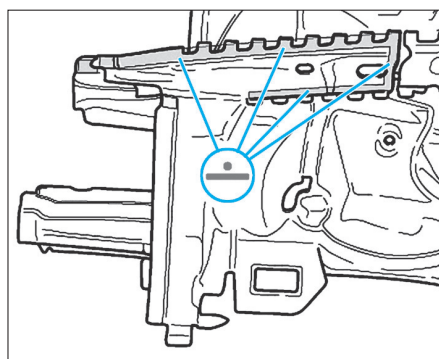

FIG. 11
- Ajuster le renfort et le souder, soudure par points en ligne droite (Fig.11).